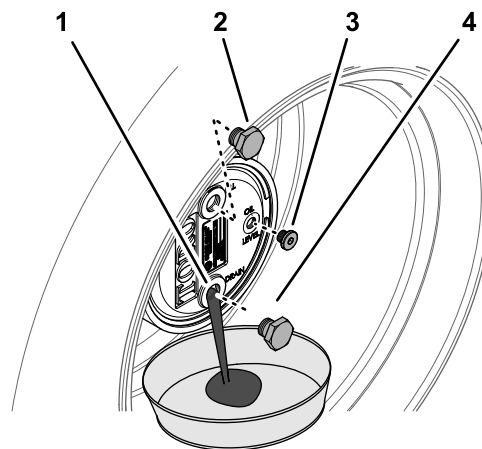

Figura 105
2. Rimuovete il tappo di riempimento nella posizione a ore 12 e il tappo di controllo nella posizione a ore 3 (Figura 105).
3. Mettete una bacinella sotto il mozzo del planetario, togliete il tappo di spurgo nella posizione a ore 6 e lasciate defluire l'olio (Figura 105).
5. Inserite il tappo di spurgo nel foro di spurgo dell'alloggiamento degli ingranaggi planetari (Figura 105).